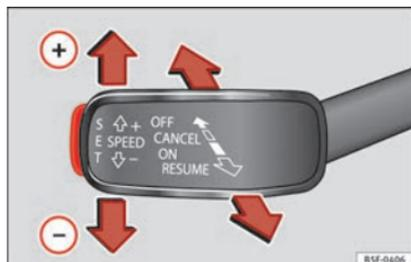

Fig. 48 A la izquierda de la columna de la dirección: tercera palanca para el manejo del GRA.
- Conectar el GRA: sitúe la tercera palanca en ON »» fig. 48. El sistema se enciende, pero no regula por no tener programada ninguna velocidad.
- Activar el GRA: pulse el botón SET »» fig. 48. Memoriza y regula velocidad actual.
- Desconectar el GRA temporalmente: mueva la palanca hasta CANCEL »» fig. 48 y suéltela o pise el freno. La regulación se desconecta temporalmente.
- Conectar el GRA de nuevo: mueva la palanca hasta RESUME »» fig. 48 y suéltela. La velocidad memorizada se guarda y regula de nuevo.
- Desconectar el GRA: mueva la tercera palanca hasta la posición OFF »» fig. 48. Se desconecta el sistema y la velocidad memorizada se borra.